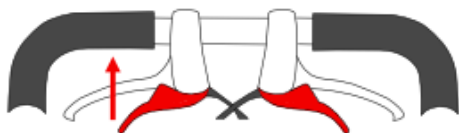

Fig. 1
- Tryck ned de övre bromshandtagen för att låsa hjulen (fig. 1).